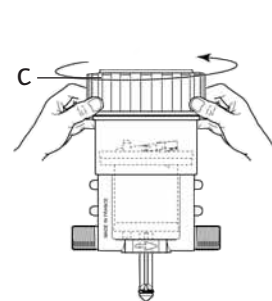

Fig. 20
- Draai het schroefdeksel met de hand los (Fig. 20-C).